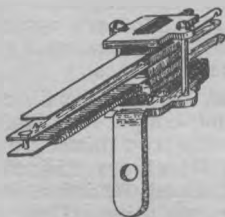

Fig. 10.
1. — Il existe des *relais thermiques*, où un lame bi-métallique se courbe sous l'action de la chaleur dégagée par un enroulement résistant parcouru par le courant de commande (fig. 10). Cette déformation actionne des lames à contacts formant interrupteur, contacteur ou inverseur, ou encore un basculeur à mercure. On les utilise comme thermostats, clignoteurs, inverseurs automatiques de marche ou commande à retardement. Entre autres paramètres, le retard dépend des watts consommés, des masse et chaleur spécifique de la lame, de son isolement thermique. Vous pouvez aisément fabriquer une lame bimétallique avec une lame de scie bien découpée que vous vernissez d'abord d'un côté et dont